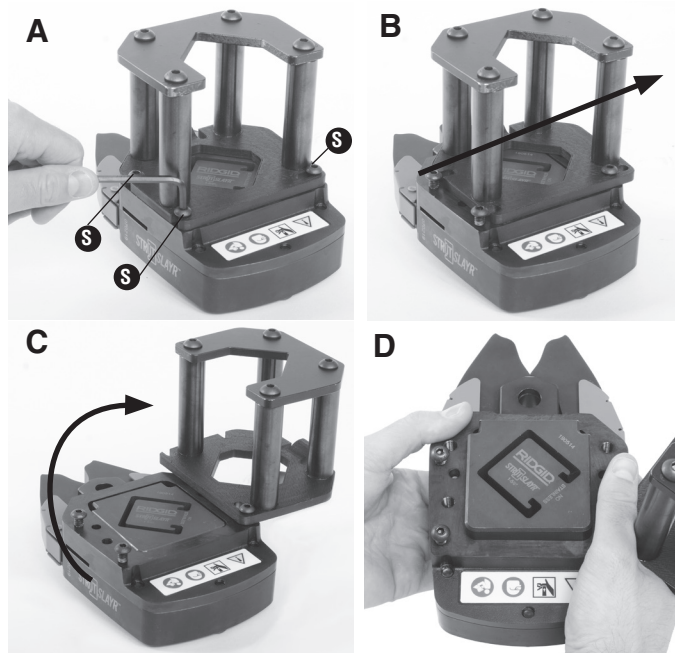

Figura 3 – Cambio de terrajas (A, B, C, D)
2. Con una llave hexagonal de 5/32", afloje los tornillos ("S") del soporte de la canaleta, dando dos vueltas (Figura 3 A). Deslice el soporte de la canaleta para desconectarlo de dos de los tornillos (Figura 3 B). Gire el soporte de la canalización para permitir el acceso a las terrajas (Figura 3 C). Si una canaleta queda atascada en las terrajas, podría ser necesario extraer el soporte.
3. Desde el costado opuesto del cabezal, empuje las terrajas para extraerlas (Figura 3 D). Si fuera necesario, use un martillo de maza blanda o un bloque de madera para golpear las terrajas suavemente, hasta extraerlas. No golpee las terrajas con fuerza ya que se puede dañar la herramienta.